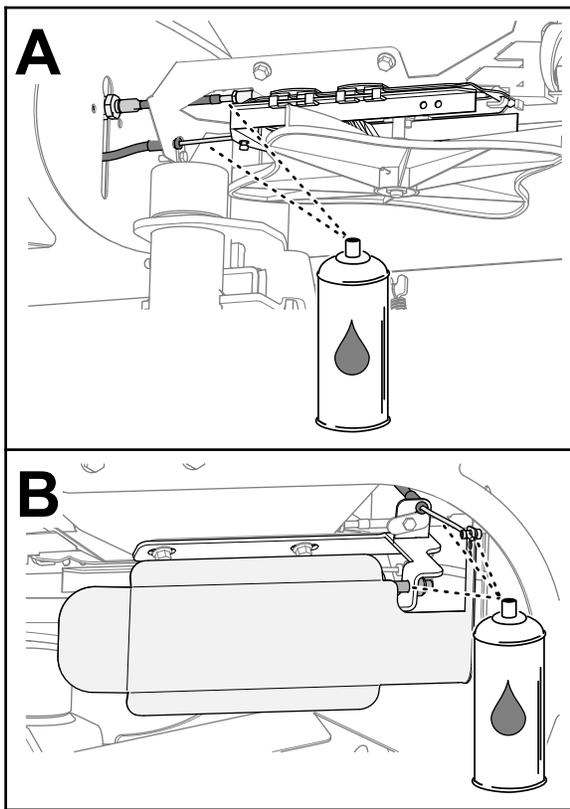

Figure 49
1. Appliquez du lubrifiant hydrofuge sur les câbles de commande et les points de pivotement, comme montré à la Figure 49.